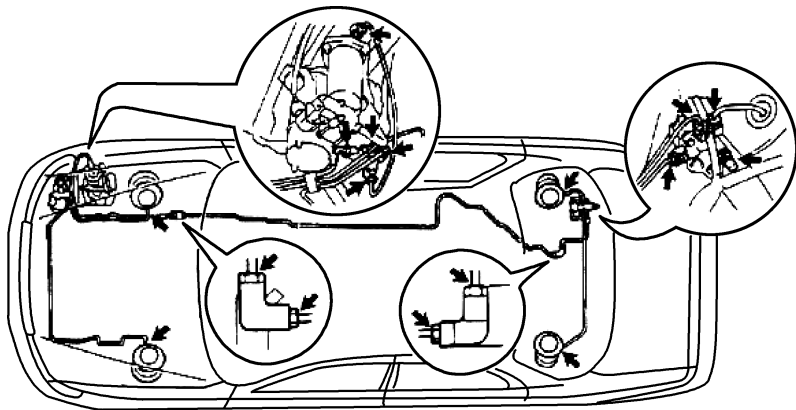

图 10-13 气动管路检查
- 1) 将肥皂水涂在所有气动管路接头上,如图 10-13 所示。